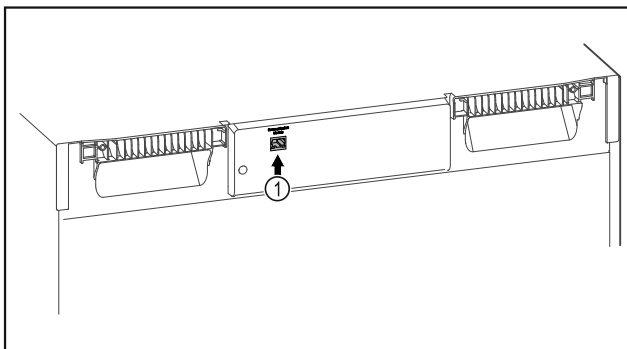

Fig. 95
- SmartModule Fig. 95 (1) se rabi.